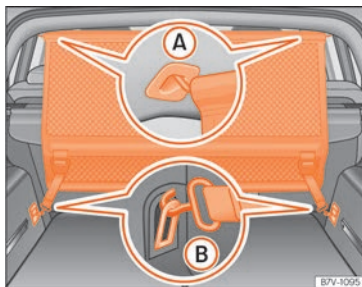

Fig. 153 Filet de séparation installé.
- Accrochez le filet de séparation dans le logement gauche du toit » fig. 153 A. Assurez-vous de tirer la barre transversale vers le bas au-delà de la position haute.
- Accrochez le filet de séparation dans le logement droit du toit » fig. 153 A.
- Accrochez les deux crochets du filet de séparation aux œillets d'arrimage du coffre à bagages » fig. 153 B et serrez fermement les ceintures de fixation.
- Décrochez les crochets du filet des œillets d'arrimage » fig. 153 B.
- Décrochez le filet de séparation du logement droit du toit » fig. 153 A en appuyant sur la barre transversale.